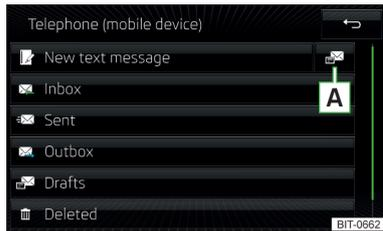

Abb. 191
- » Im Hauptmenü *Telefon* die Funktionsfläche  antippen, es wird das Hauptmenü für Textmitteilungen angezeigt » Abb. 191.
» Abb. 191 auf Seite 166.